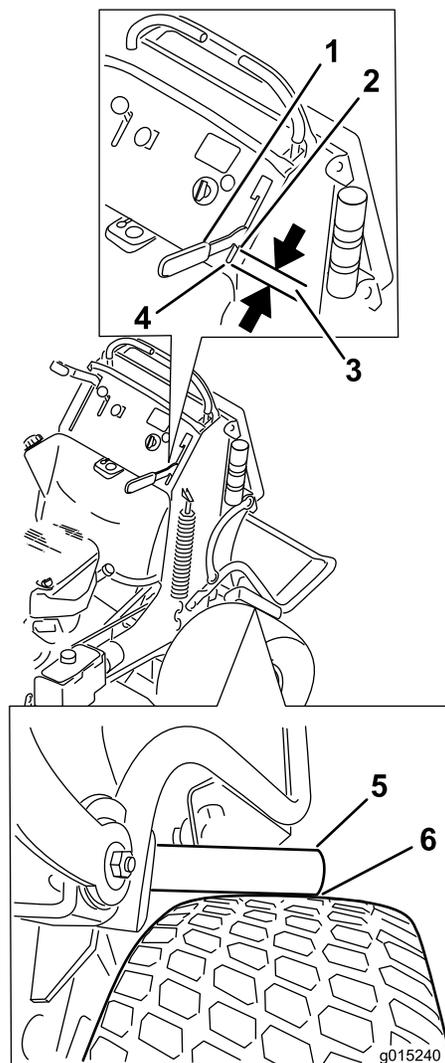

Figura 62
4. Engate a alavanca do travão até que as barras do travão entrem em contacto com o pneu (Figura 62).
5. Meça a folga desde a parte da frente da alavanca até à extremidade da ranhura no painel de controlo quando a barra do travão entrar em contacto com o pneu. Esta distância tem de ser de 19 mm. Ajuste o travão, se necessário (Figura 62).